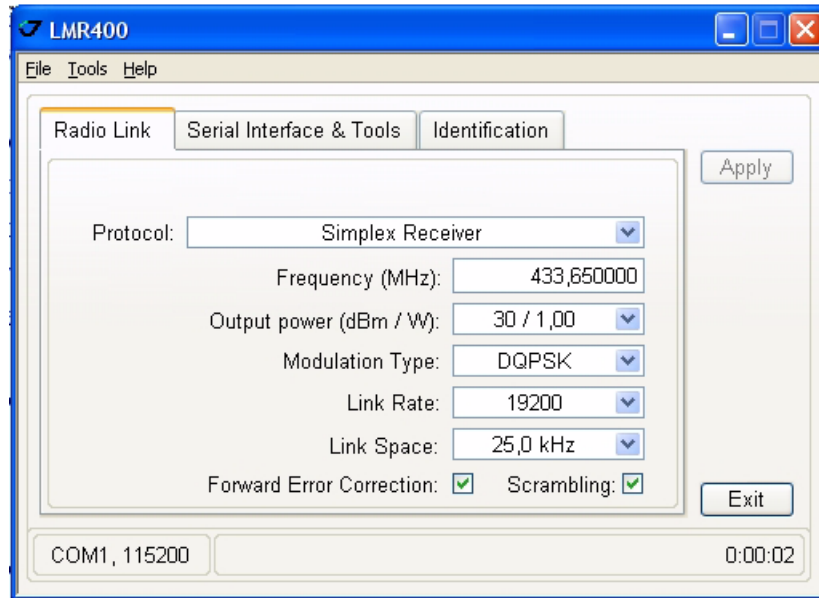

Рисунок 3-3. Закладка Radio Link
1. В закладке *Radio Link*, установите следующие параметры (Табл. 1) и нажмите *Apply* (Рисунок 3-3 на стр. 39).